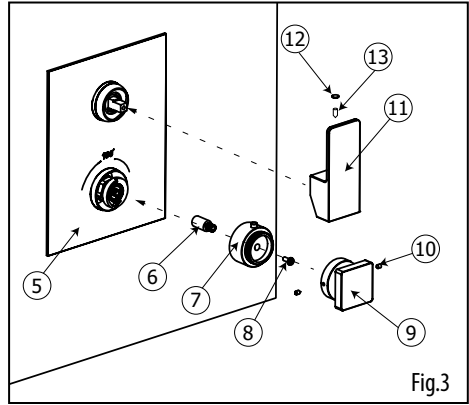

Fig.3
Insert the thermo broach extension (6) onto the thermo cartridge broach. Afterwards, insert the thermo handle adapter (7) onto the thermo broach extension (6). Make sure the temperature limit stopper button is aligned with the 100°F / 38°C mark on the trim (5) (fig.3). Secure the thermo handle adapter with supplied screw (8). Insert handle (9) and secure it with the 2 supplied set screws (10).
Insérer la rallonge de la cartouche thermostatique (6) sur la cartouche thermostatique. Ensuite, insérer l'adaptateur de la poignée thermostatique (7) sur la tête de la rallonge (6). Assurez-vous que le bouton du limiteur de température soit aligné avec la marque de 100°F / 38°C inscrite sur la plaque (5) (Fig.3). Fixer ensuite l'adaptateur de la poignée thermostatique (7) avec la vis (8) fournie. Insérer la poignée (9) sur l'adaptateur et la fixer avec les 2 vis de retenues (10) fournies.